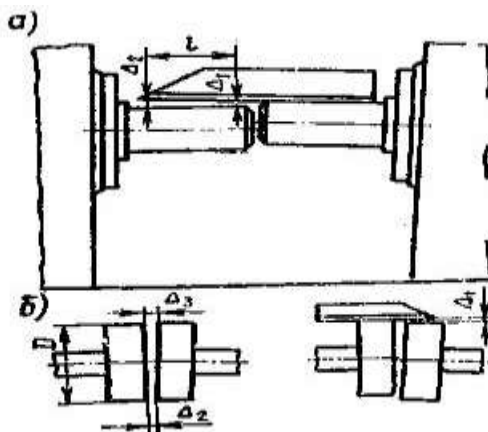

Рисунок 2.4 - Контроль соосности
1. Проверка по концам валов с помощью линейки и щупа (рисунок 2.4а). Радиальное смещение (эксцентриситет) валов в плоскости стыка